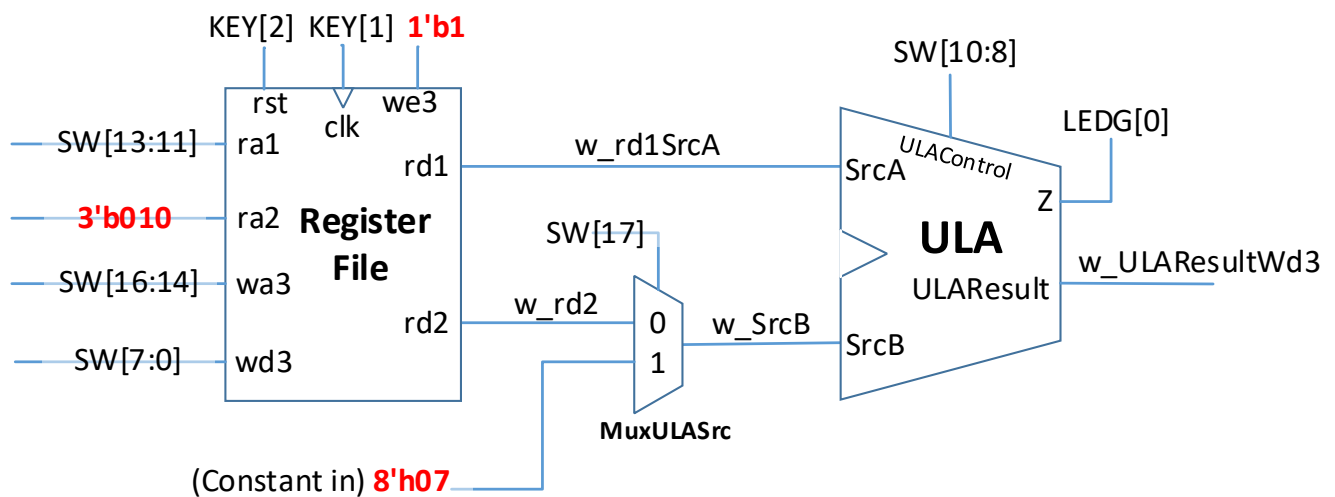

Figura 2 – Diagrama do Datapath
2. Instancie a ULA, o banco de registradores (implementado na sprint anterior) e um MUX de 2x1 de 8 bits, no seu ambiente de testes (Mod_Teste). A montagem completa é ilustrada na Figura 2. Observe que o *MuxULASrc* possibilita a entrada direta de constantes de 8 bits na entrada *SrcB* da ULA.